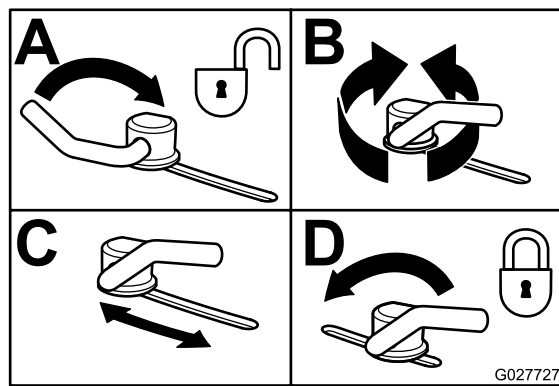

Figura 29
- Para ajustar los bloqueos de leva, levante la palanca para aflojar el bloqueo de leva (Figura 29).
- Devuelva la palanca a su posición original para apretar el deflector y los bloqueos de leva (Figura 29).